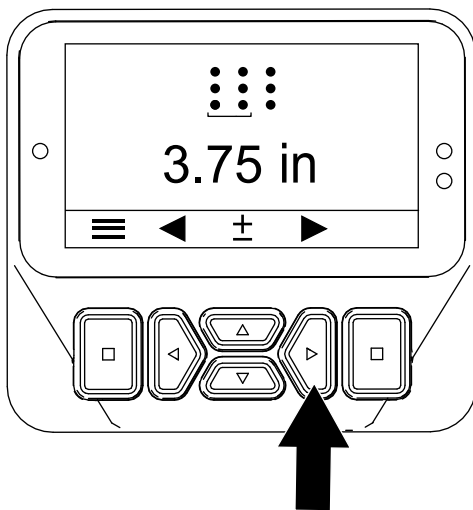

図 48
5. 右ボタンを押して、「穴間隔の設定」画面を表示する (**図 48**)。
6. 右ボタンを押して、「タイン直径の設定」画面を表示する (図 48)。